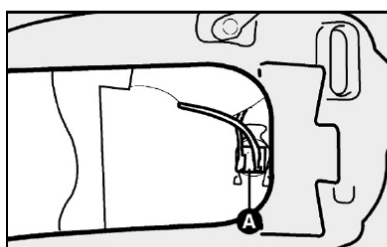

fig. 20
2) soltar o conector **A**-fig. 20 de alimentação da lâmpada;